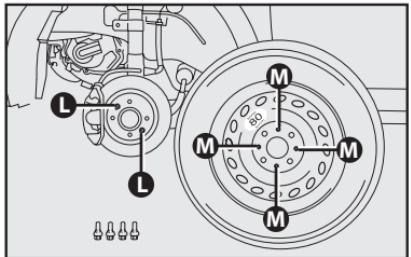

fig. 9
- Montar la rueda de auxilio haciendo corresponder el pasador **L**-fig. 9 con uno de los orificios **M** presentes en la rueda;